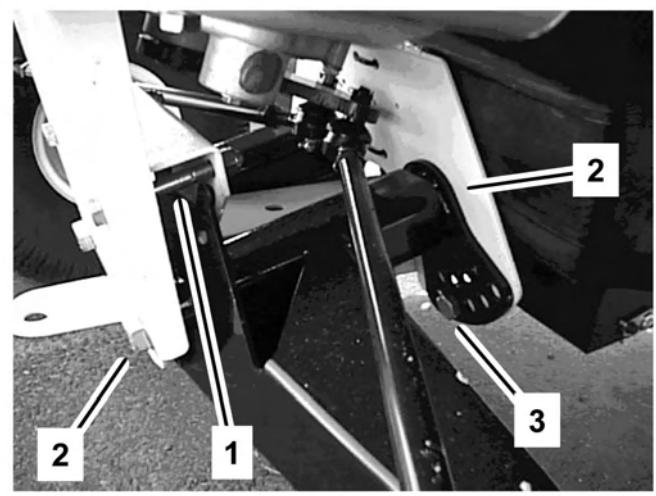

Figure 42
- 2. Enlevez le boulon limiteur de course (Figure 42).
- 3. Desserrez les boulons de centrage dans le bras triangulé avant (Figure 42).
- 4. Retirez le boulon de réglage de hauteur de caisse (Figure 42).
5. Tournez le bras triangulé avant à la position voulue (voir la note ci-après), puis remettez en place le boulon de réglage de hauteur de caisse (Figure 42).
7. Reposez le boulon limiteur de course (Figure 42).